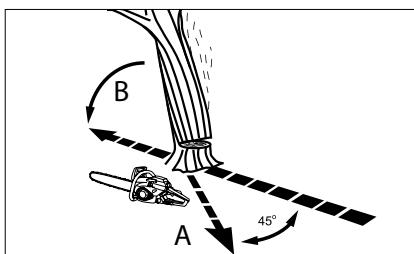

Рис. 14
Отбележете предварително път за отстъпване (A) и го очистете от възможни пречки преди да започнете да изпълнявате прорез. Път за отстъпване трябва да е в посоката, обратна на посоката на предполаганото падане на дървото (B) (рис. 14).